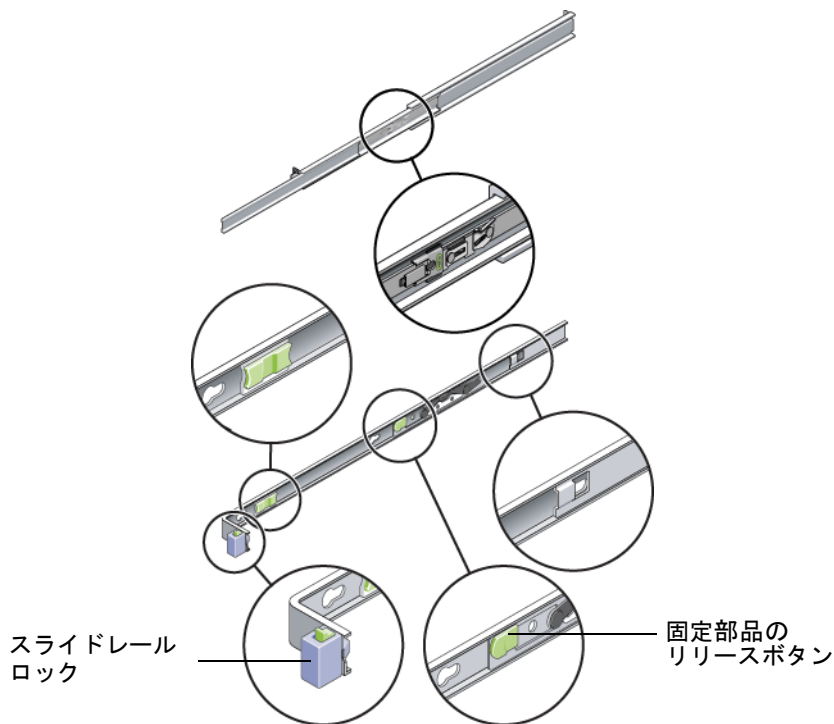

図 2-1 取り付け前のスライドレールの分解
2. 図 2-1 に示すように、1 つのスライドレール部品の正面側にあるスライドレールロックの位置を確認します。
3. ロックの上下の爪を強くつまんだ状態で、レール止めに届くまでスライドレール部品から固定部品を引き出します。詳細は、図 2-1 を参照してください。
4. 図 2-1 に示すように、固定部品のリリースボタンを固定部品の正面方向に引きながら、同時に固定部品をスライドレール部品から引き出します。